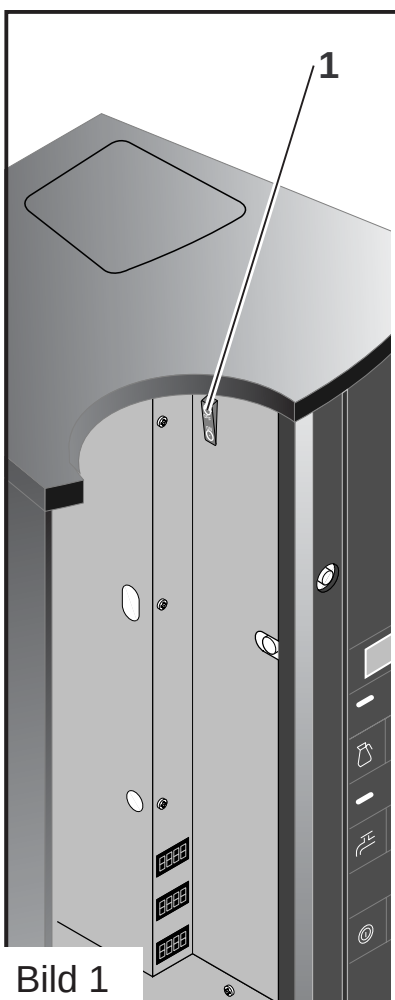

Bild 1
(Bild 1)
- På varje räkneverk kan totalsiffran för de serverade dryckerna avläsas (bild 1) (t. ex.):
- räkneverk för kaffe eller te (1) eller totalräkneverk (1)
- räkneverk för mocka (2)
- räkneverk för vatten (3)
Stäng av automaten med huvudströmställaren (1) innan rengöringsarbeten påbörjas. (bild 1)